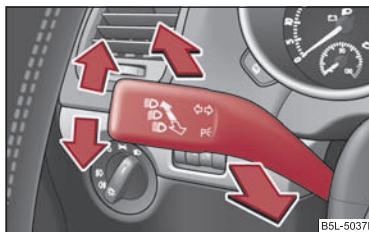

Fig. 50 La palanca de luz intermitente y luz de carretera
- Presione la palanca hacia arriba o hacia abajo $\Rightarrow$ fig. 50.